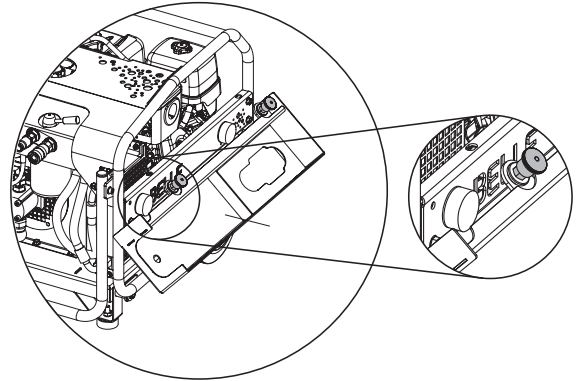

Imagen 3
4. Enganche la brida de la bandeja de herramientas bajo el protector lateral instalado y retraiga ambos vástagos (consulte la imagen 3)